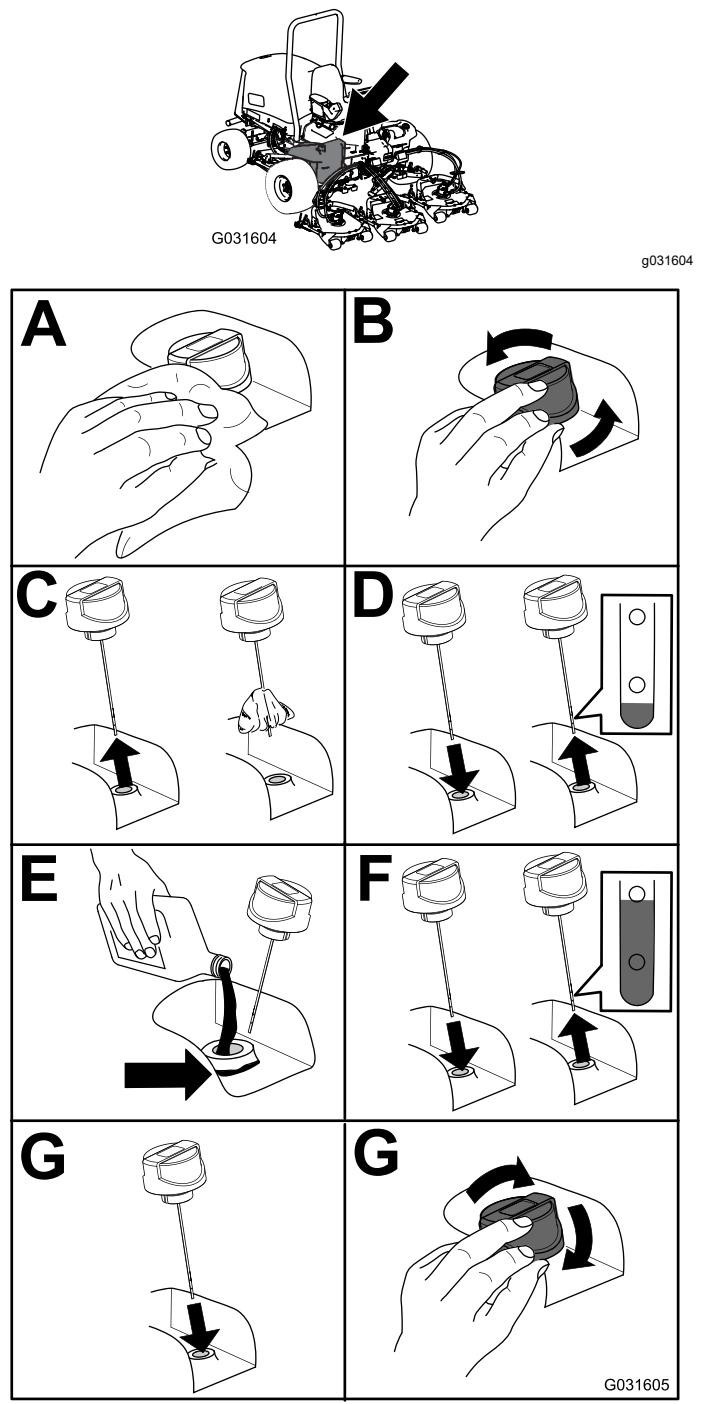

Figure 92
- Contrôlez le niveau de liquide hydraulique (Figure 92).
5. Remplissez le réservoir de liquide hydraulique (Figure 92).